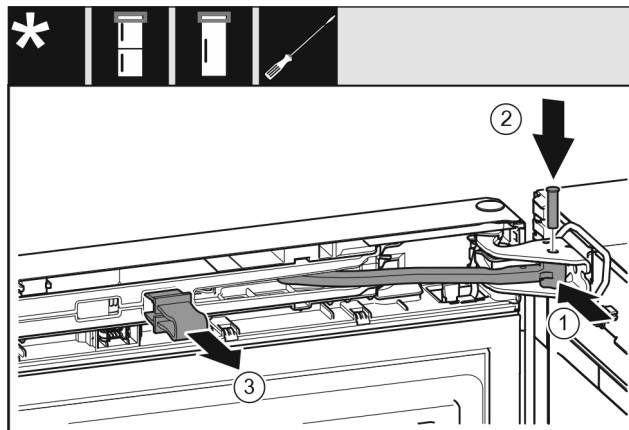

Fig. 72
- ▶ Otočte kĺb Fig. 72 (1) v ložiskovej konzole.
- ▶ Vložte čap Fig. 72 (2) do ložiskovej konzoly a kĺbu. Pritom dbajte na to, aby sa zaistovací doraz nachádzal správne v drážke.
- ▶ Odoberte poistku Fig. 72 (3).